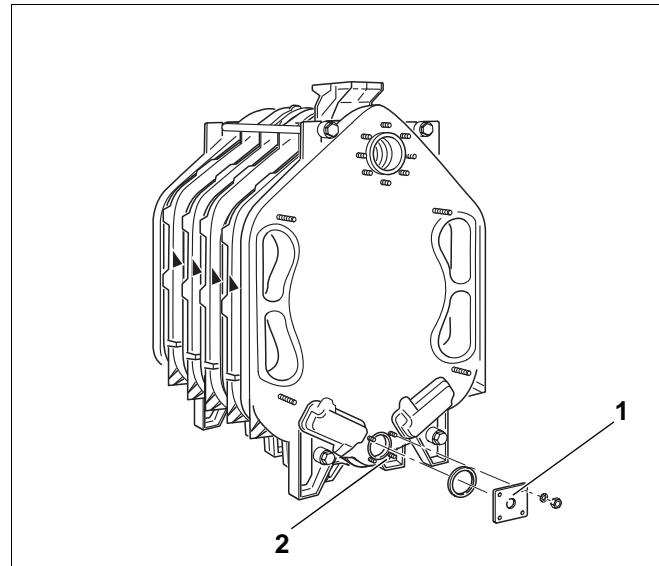

Рис. 22
- Установить сзади на нижнюю с тупицу котла (рис. 22, поз. 2) фланец (размер 130 мм) для патрубков наполнения и слива (рис. 22, поз. 1) с резьбовым отверстием $\frac{3}{4}$ ".
- В случае негерметичности одного из ниппельных соединений необходимо спустить воду через наполнительный и сливной кран (рис. 22, **поз. 1**).